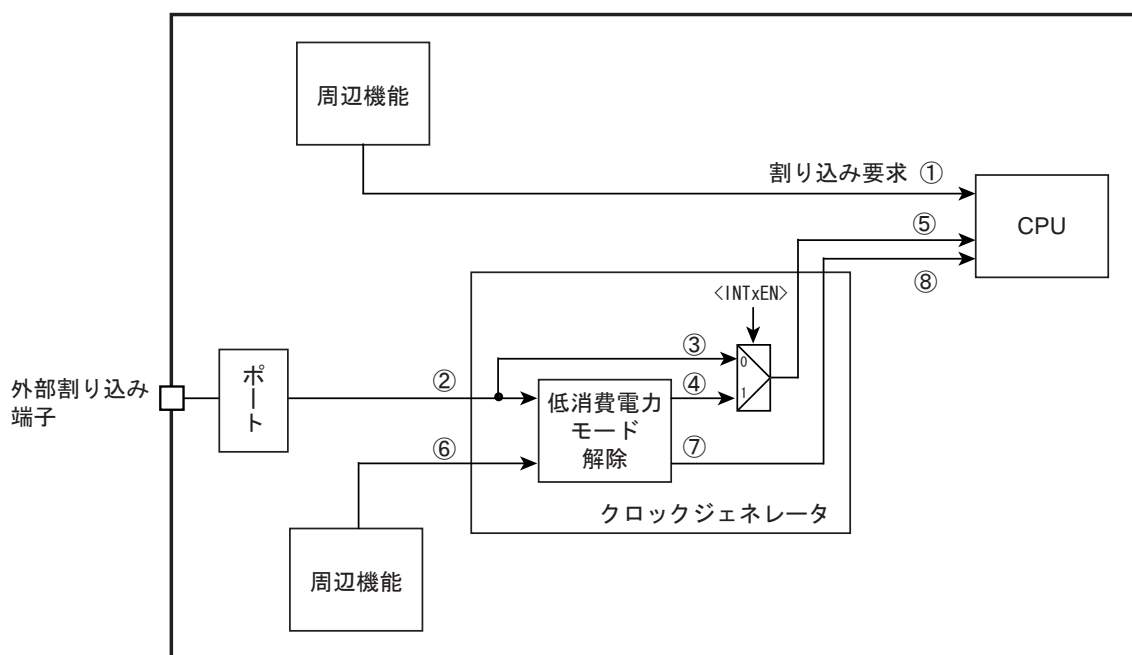

図 12-1 割り込み要求の経路
割り込み要求の経路を図 12-1 に示します。
外部割り込み端子からの入力信号(「図 12-1 割り込み要求の経路」の ②)は、ポート入力が禁止($PxIE < PxmIE = 0$)の場合"High"となります。
また、外部割り込み端子を低消費電力モード解除要因として使用しない場合、外部割り込み端子からの入力信号がそのまま CPU に伝わります(「図 12-1 割り込み要求の経路」の ②③⑤)。